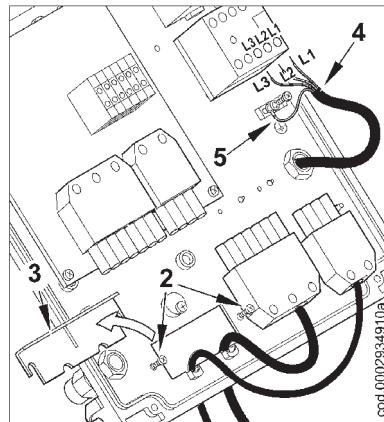

Рисунок 2
- 2) Ослабьте винты (2). После того, как Вы сняли кабельный зажим (3), пропустите через отверстие 7-штырьковый и 4-штырьковый разъёмы (см. рис. 2). Соедините питающие кабели (4) к дистанционному выключателю, закрепите заземляющий кабель (5) и затяните соответствующий хомут.
- 3) Поместите кабельный зажим, как указано на рисунке 3. Поверните эксцентрик (6) так, чтобы зажименным образом надавил на два кабеля, после этого затяните винты, фиксирующие зажим. Наконец, соедините два разъёма 7-ми и 4-штырьковый.